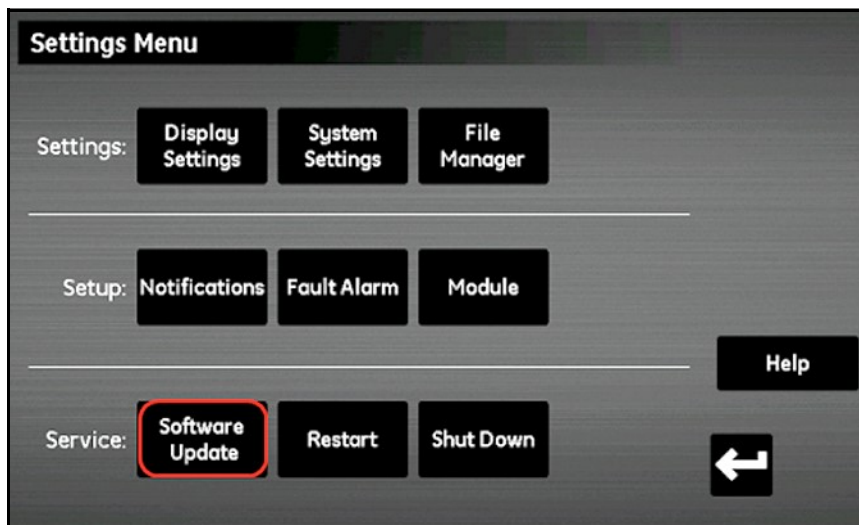

Figura 87: Atualização de software
5. Na seção **Serviço** (veja a *Figura 87* abaixo), toque no botão **Atualização de software**. Se o botão **Atualização de software** estiver acinzentado, verifique se a unidade Flash USB está devidamente conectada na porta USB.